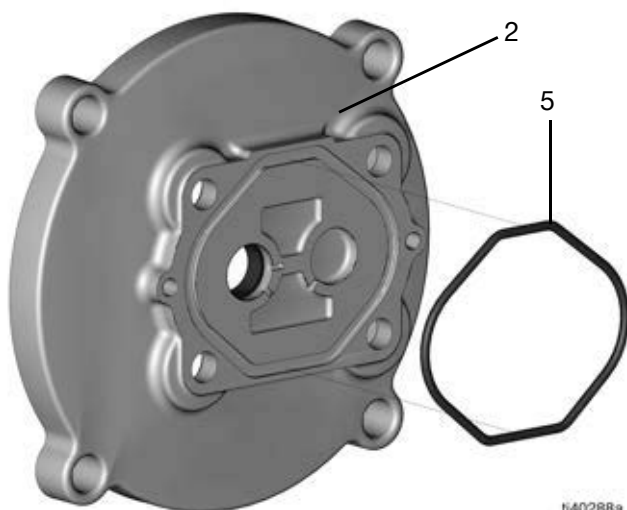

FIG. 11
2. Placez le joint torique (5) dans la rainure sur le capot de la plaque d'adaptateur (2) (FIG. 11).